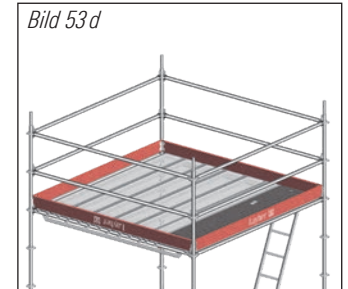

Bild 53d
4. Fertiggestellt wird die Bordbrettmontage mit dem vierten Bordbrett, das stirnseitig auf der gegenüberliegenden Seite eingebaut wird. (Bild 53d)